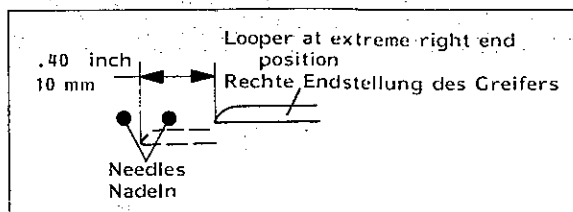

Fig. 63B
5. Rotate the pulley counterclockwise until the looper has moved 10 mm (.400 in.) from right to left (Fig. 63B).
5. Drehen Sie die Handrad-Riemenscheibe im Gegenuhrzeigersinn, bis sich der Greifer 10 mm von rechts nach links bewegt hat (Fig. 63B).